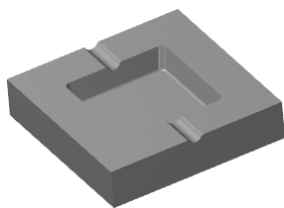

图 7.5.63 模型
使用  **拔模角度 (D)** 命令可以检测模型中各曲面的拔模角度信息。下面以图 7.5.63 所示的模型为例, 讲解拔模角度的一般过程。